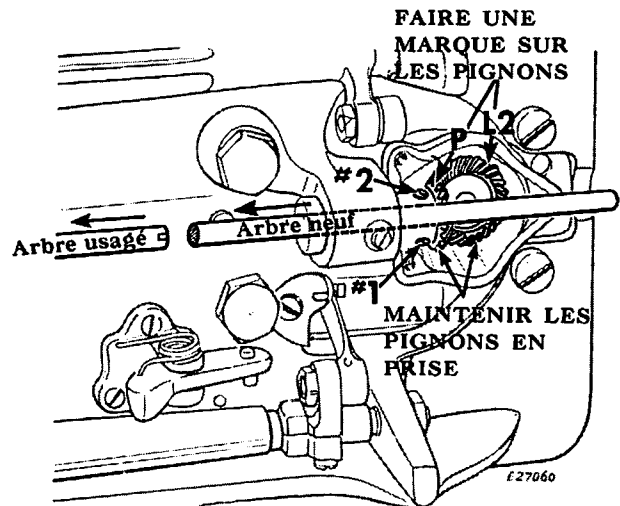
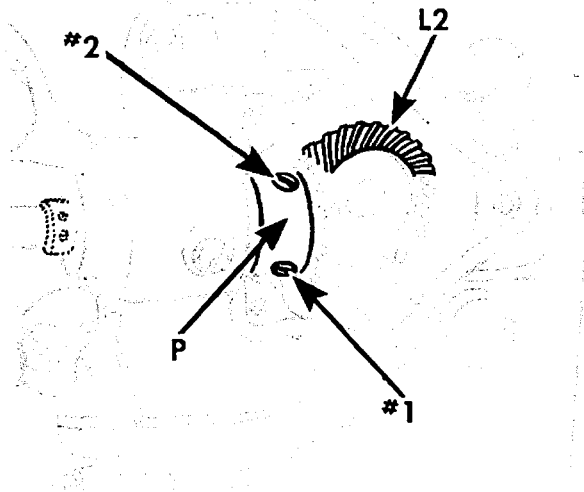
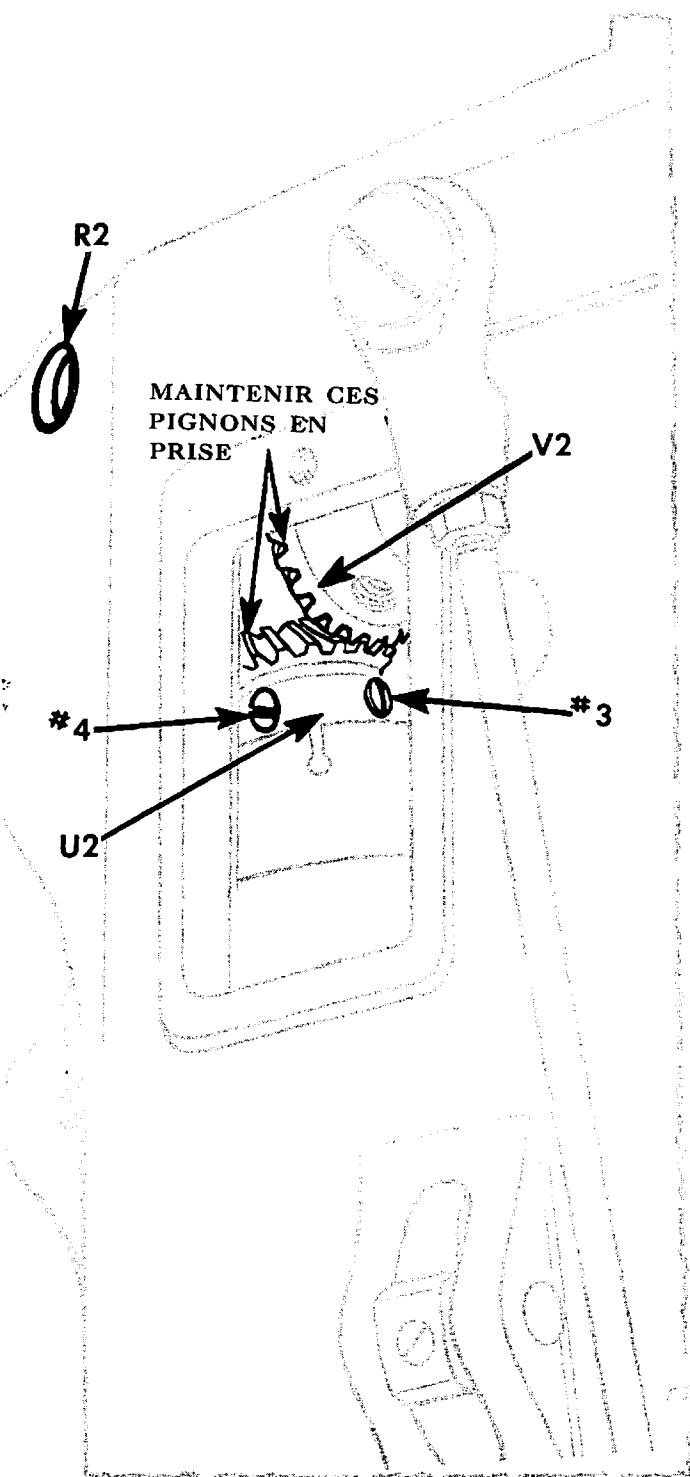

Fig. 49. Remplacement de l'arbre du crochet
Fig. 50. Boîte à pignons inférieure
Fig. 52. Pignons d'angle supérieure
3. Nettoyer les pignons **L2** et **P**, **Fig. 49**.
5. **TOUT EN MAINTENANT LES DEUX PIGNONS L2 ET P EN PRISE**, comme prescrit **Fig. 49**, desserrer les deux vis d'arrêt **1** et **2** du pignon **P** ainsi que les vis d'arrêt **7** et **8** de la bague d'arrêt **E5**.
1. Tout en continuant à maintenir les pignons **L2** et **P** en prise, comme illustré **Fig. 49**, pousser l'arbre neuf vers le côté barre à aiguille de la machine jusqu'à ce qu'il soit correctement placé pour recevoir le crochet à son extrémité gauche et le pignon d'angle **P** à l'autre extrémité.
3. Marquer les pignons d'angle inférieurs L2 et P, Fig. 50 (sur une dent d'un pignon et l'espace destiné à recevoir cette dent, sur l'autre pignon), comme indiqué Fig. 49.
4. Desserrer les deux vis d'arrêt 1 et 2 du pignon d'angle inférieur P, Fig. 50, et retirer ce dernier de l'arbre du crochet.
10. Marquer à la craie ou au crayon les pignons d'angle supérieurs U2 et V2, Fig. 52, Page 31, en procédant de la manière prescrite pour les pignons inférieurs (Voir Paragraphe 3). MAINTENIR LES PIGNONS EN PRISE.
13. Retirer le pignon d'angle inférieur L2, Fig. 50, de l'arbre usagé et l'assembler à l'arbre neuf.
1. Tout en continuant à maintenir les pignons U2 et V2 en prise, introduire l'arbre neuf avec le pignon d'angle inférieur L2, Fig. 50, Page 30, vers le haut, par les portées situées dans le bras vertical de la machine, et dans le pignon d'angle supérieur U2.
2. S'assurer de la position de la vis d'arrêt 3, Fig. 52, sur le méplat de l'arbre neuf ; appuyer le pignon L2, Fig. 50, sur l'arbre en le faisant remonter aussi haut que possible contre la portée, et resserrer les vis 3 et 4, Fig. 52, du pignon d'angle U2.
3. Remettre le pignon d'angle inférieur, P, Fig. 50, Page 30, sur l'arbre du crochet.